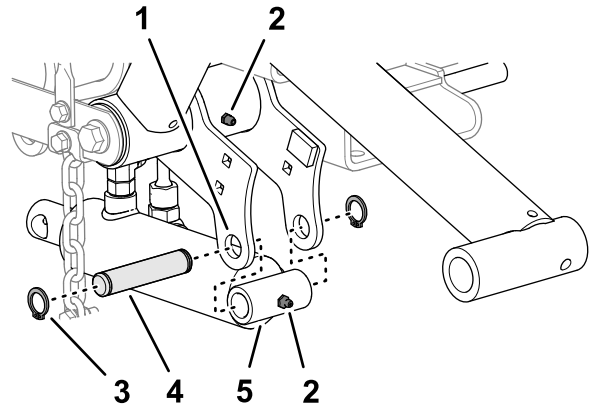

Figure 12
- Alignez le côté chapeau du vérin de levage sur les trous dans les brides du bras de levage gauche (Figure 12).
- Fixez le vérin sur les brides à l'aide de la goupille de montage et de 2 circlips (Figure 12).
- Appliquez de la graisse au lithium n° 2 sur le bras de levage et le vérin hydraulique (Figure 12).